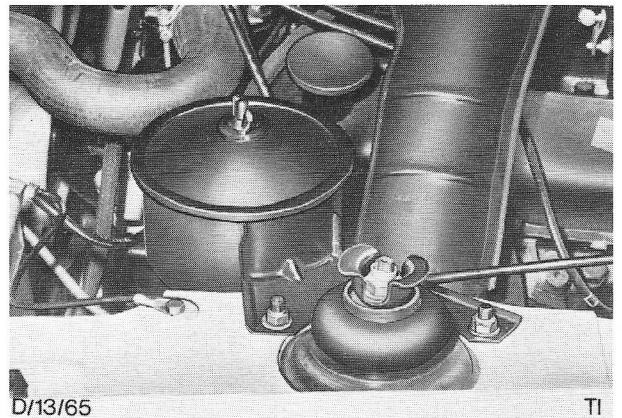
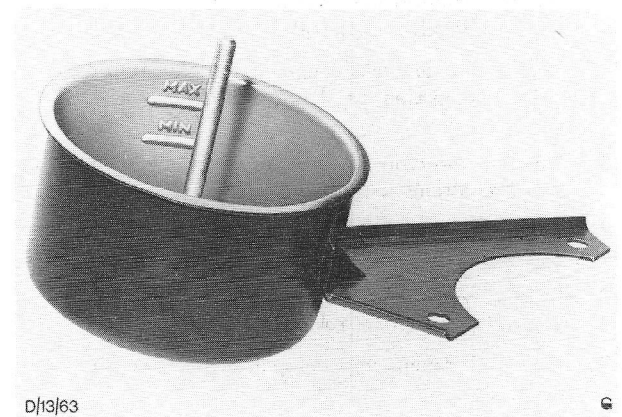

Fig.59. Bevestiging van reservoir op bovenste ophanging van veerelement.
Fig.60. Vloeistofreservoir verwijderd.
4. Verwijder de twee moeren van de bovenste bevestiging van het veerelement (zie Fig.59) en neem het vloeistofreservoir uit de wagen (Fig.60).